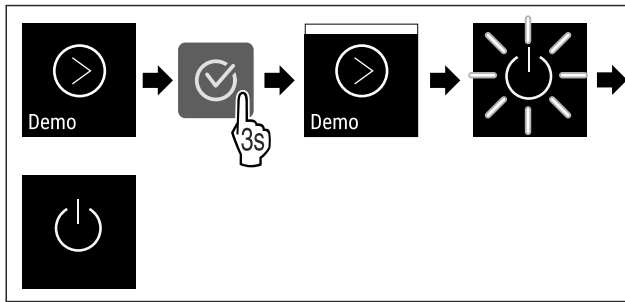

Fig. 110
- ▶ Atlikite veiksmus (žr. Fig. 110) .